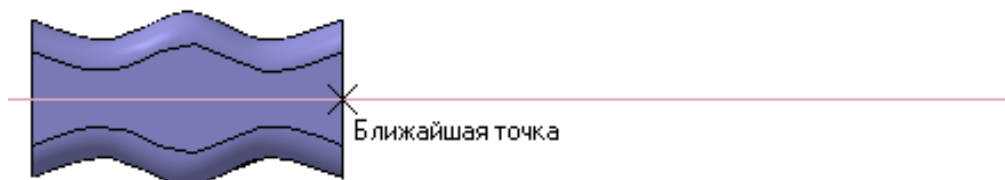

Рисунок 31.
- Нажмите кнопку Горизонтальная прямая на Расширенной панели команд построения вспомогательных прямых и постройте горизонтальную линию, проходящую через точку начала координат эскиза (рис. 31).